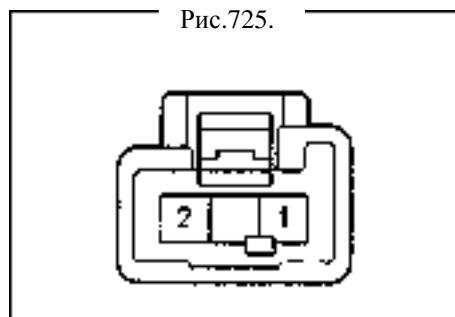

Рис.725.
(1) Проверьте проводимость между контактами 1 и 2 при работе переключателя (рис.725).